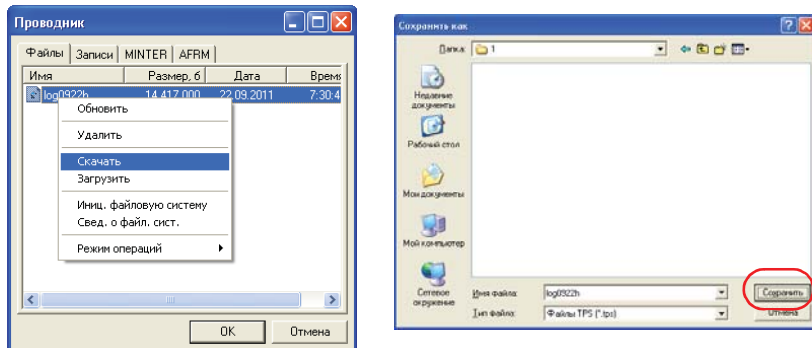

Рис. 5-7. Копирование файла
3. Для сохранения файла на Вашем компьютере выберите его и нажмите на правую кнопку мыши. В появившемся окне выберите команду *Скачать*. В появившемся диалоговом окне **Сохранить как** выберите или создайте папку, в которую будет сохранен файл (Рис. 5-7). Нажмите кнопку **Сохранить**,
8. Для сохранения файла на компьютере выберите его и нажмите на правую кнопку мыши. В появившемся окне выберите команду *Скачать*. В появившемся окне *Сохранить как* выберите или создайте папку, в которую будет сохранен файл (Рис. 5-7). Нажмите кнопку **Сохранить**, чтобы скопировать и сохранить файл.